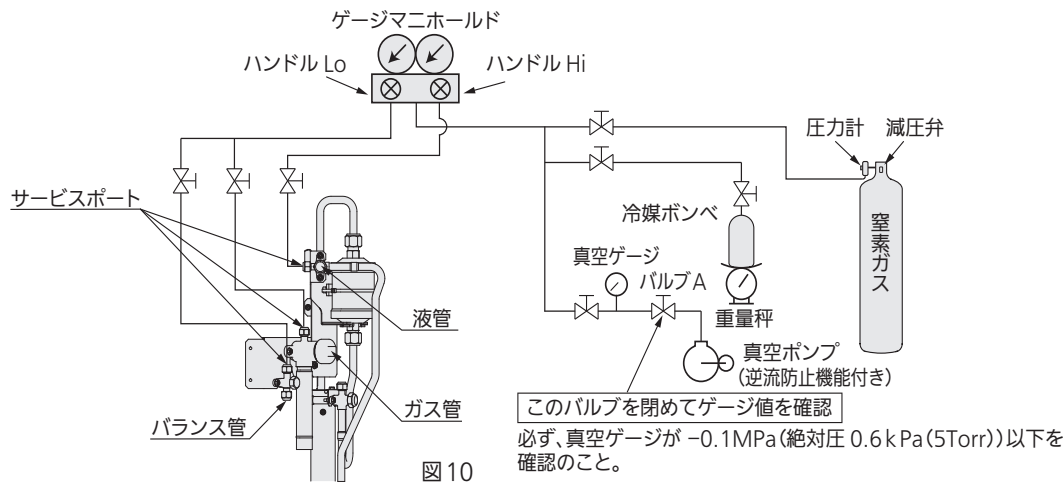

図 10
- ガス管、液管、バランス管のサービスポートに窒素ガス、真空ポンプ等を接続してください。(図 10)
- 2) ガス管、液管、バランス管のサービスポートに真空ポンプ、真空ゲージを接続してください。(図 10)